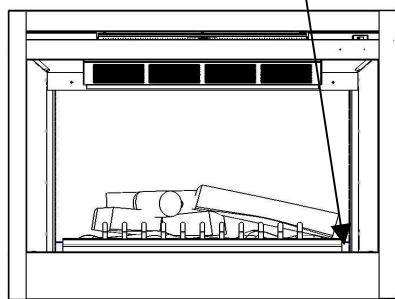

FIGURE 2
2. Accéder aux commandes manuelles (retirer les portes vitrées si nécessaire), tirer le bord droit du rideau en acier vers le centre de l'appareil (FIGURE 2).